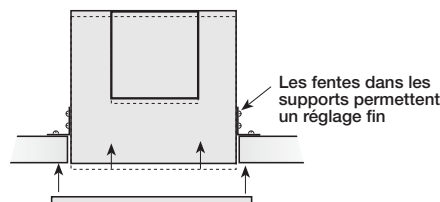

Figure 6 — Supports de fixation réglables
4. Pour la construction du cadre, placer l'appareil entre les solives. Placer les supports de fixation de manière à aligner le bord inférieur du caisson sur le plafond fini, puis serrer les supports de fixation réglables, vous reporter à la Figure 6.